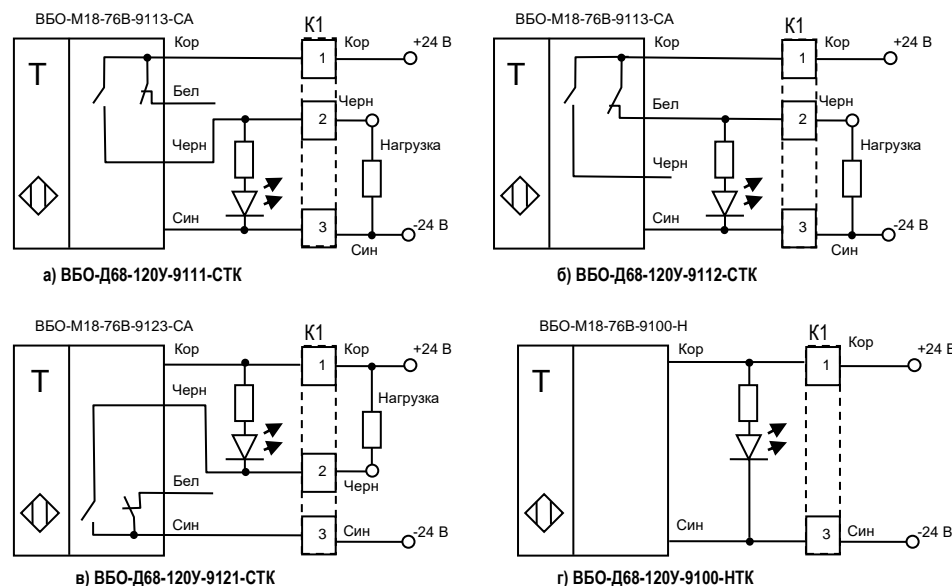

Рис. 2. Схемы подключения
3.5 Излучатель и приемник включаются по схеме, представленной на рис. 2. Схема подключения приведена на маркировке выключателя.